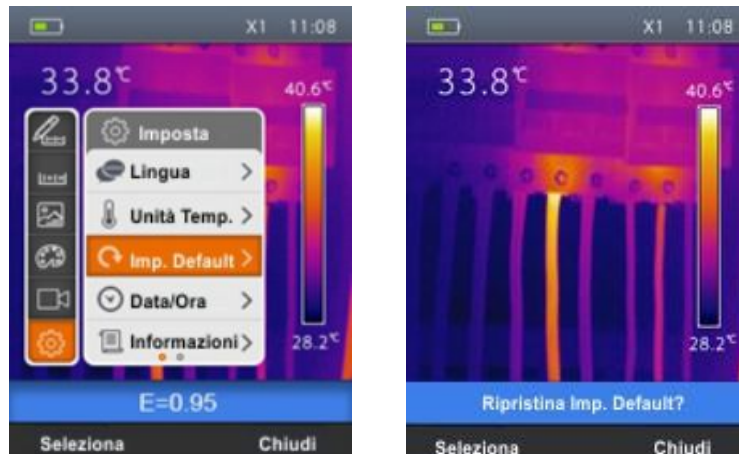

Abb. 10: Einstellung der Default-Bedingungen des Geräts
1. Wählen Sie “Default Einstell” mit den ⊕ oder ⊖ Tasten aus und drücken Sie die  Taste. Die Bildschirmseite Abb. 10 – Rechte Seite erscheint im Display.